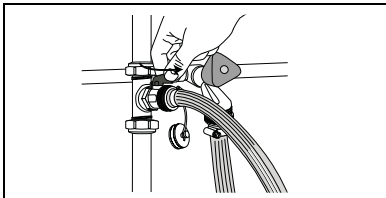

fig. 10 Vullen van de cv-installatie
- Sluit de slang aan op de vulkraan onder het cv-toestel (fig. 10).